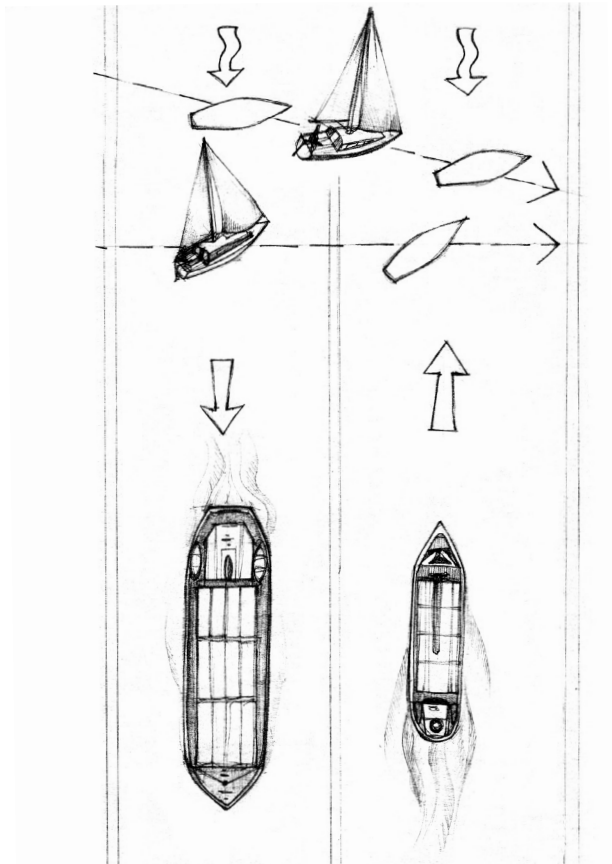

Figura 3.1 - Schema angolo di rotta
- Soprattutto le imbarcazioni a vela dovranno tener conto del vento e di eventuale corrente per assumere un angolo di rotta che permetta di attraversare la zona il più velocemente possibile (*Figura 3.1*).